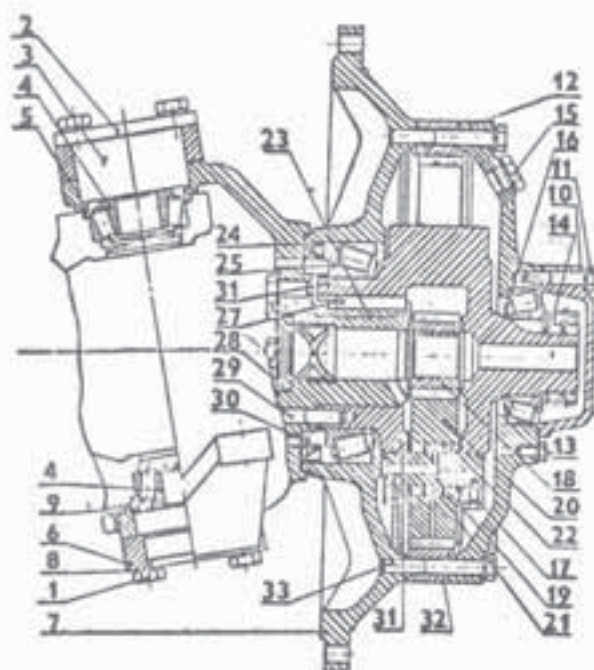
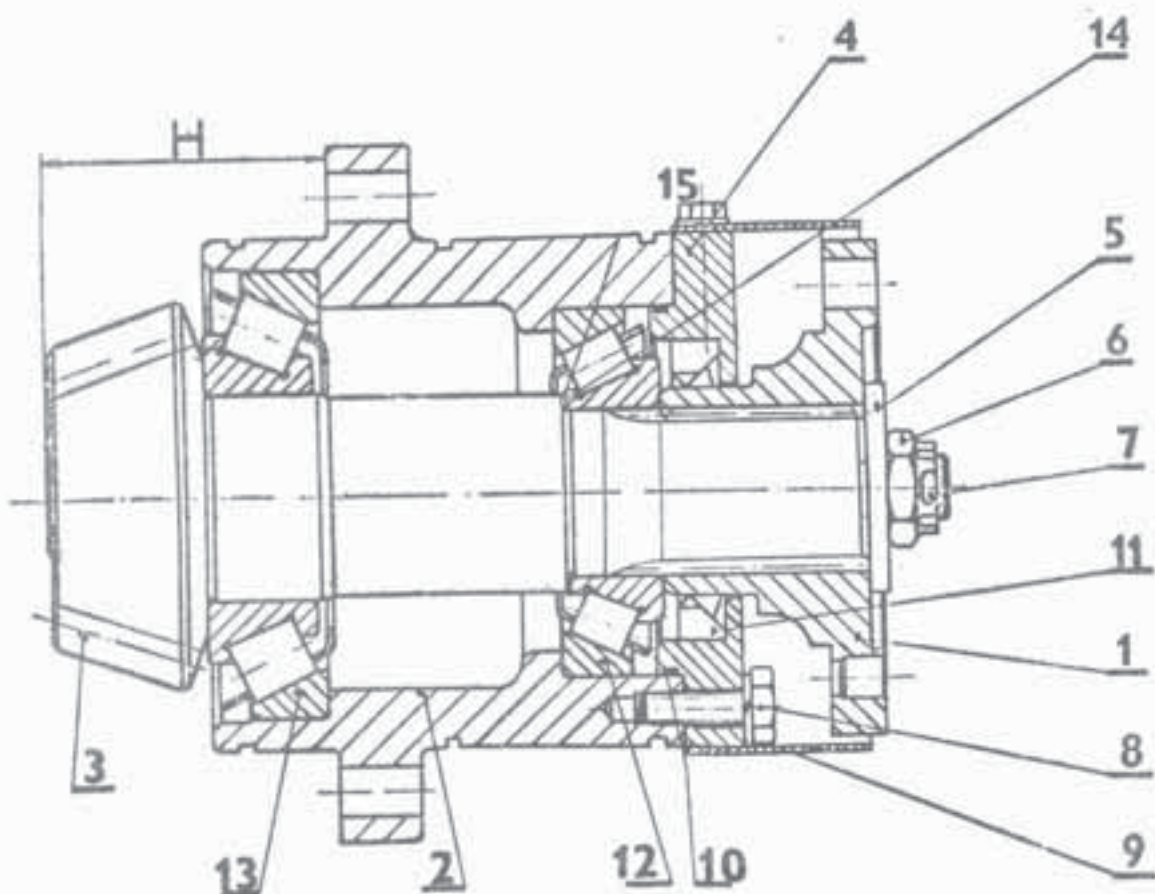

Рис.163. Планетарный редуктор
Рис.167. Установка шестерни
2. С фланца корпуса шестерни /рис.167, поз.2/ вывернуть 4 болта M12 /рис.163, поз.9/. Шестерню снять с корпуса моста.
3. С гайки BM20x1,5 /рис.167, поз.2/ снять шплинт 4x36 /поз.7/ и гайку вывернуть. С шестерни, которая составляет комплект с тарелчатым колесом, снять фланец чернира /поз.1/ с прокладкой /поз.5/.